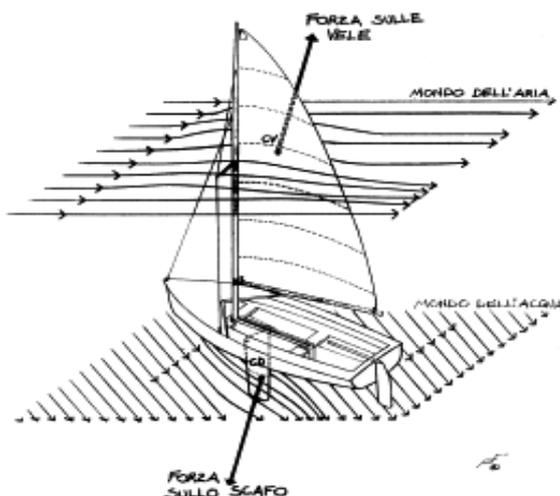

Fig.1
Analogamente anche l'acqua, quando la barca è in movimento, viene deviata dalla deriva, e agisce su di essa con una forza applicata circa nel punto medio dell'opera viva, detto centro di deriva (CD). Vedi Fig.1